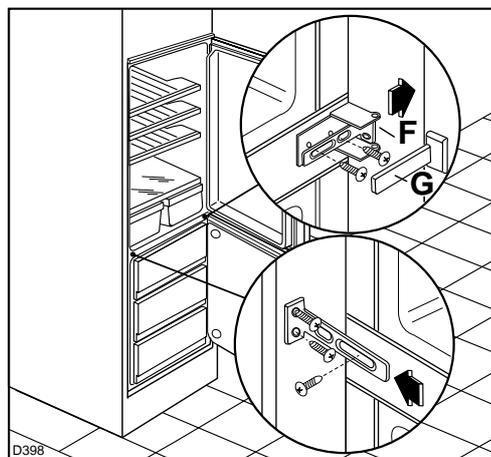

Abb. 9a
Das Gerät ist mit 2 Winkeln (F) ausgestattet. Diese sind zur seitlichen Befestigung des Gerätes am Möbel zu verwenden (siehe Abb. 9a).